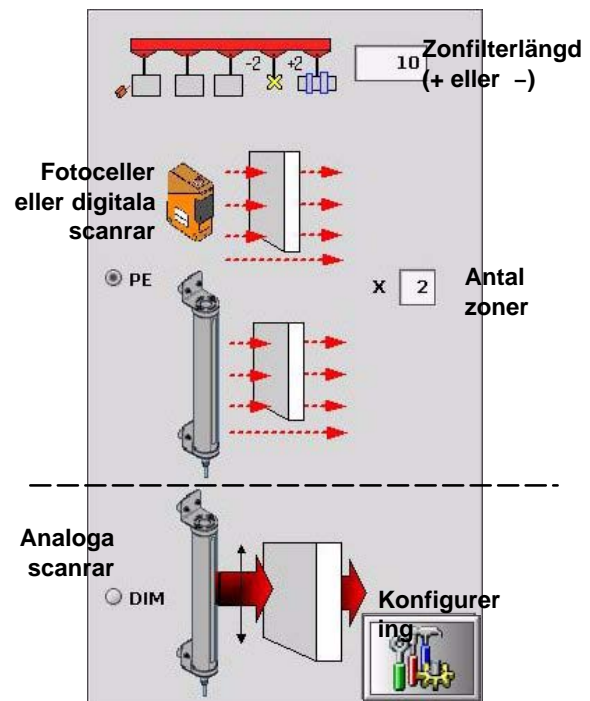

Bild 3-17 Inställningar för zonfilter och zonfotocell eller scanner
Se bild 3-17. Zonfiltret är en längd, i tum eller millimeter, som lagts till eller dras ifrån zonsignalen för att öka eller minska produktens längd.
Se bild 3-17. Om man använder fotoceller eller diskreta scanrar för zondetektering, välj **PE** klick-knappen, mata därefter in **antalet zoner** (antalet fotoceller eller scannerzoner (1 till 8)).
3. Se bild 3-17. Välj klick-knappen **DIM**, tryck därefter på tangenten **Konfigurering**.